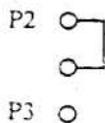

fig.1
- ❶ - Cortocircuitare tra loro le prese del secondario del trasformatore di alta tensione (non è necessario scollegare i diodi).
- ❷ - Mettere una pinza amperometrica su una delle fasi di ingresso.
- ❸ - Posizionare il jumper automatico/manuale, indicato con la sigla **P2-P3**, posto sulla scheda V×I (3ª scheda del regolatore di tensione) sotto il led giallo, come riportato in (fig.1):